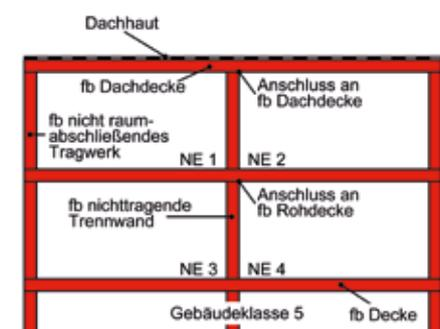

Abbildung 6: Trennwand, § 29 (4) [3]
Bei einer Dachkonstruktion, die mit tragenden Bauteilen aus Holz oder anderen Trägern erstellt wird, darf die Trennwand nicht nur bis unter den Träger reichen. Der Träger wird unter Umständen, wenn eine Trennwand darunter anschließt, Bestandteil der Wand und ist somit in der gleichen Feuerwiderstandsdauer herzustellen wie die Trennwand bzw. die tragenden Bauteile des Gebäudes nach § 29 (3) (s. Abb. 6+7).